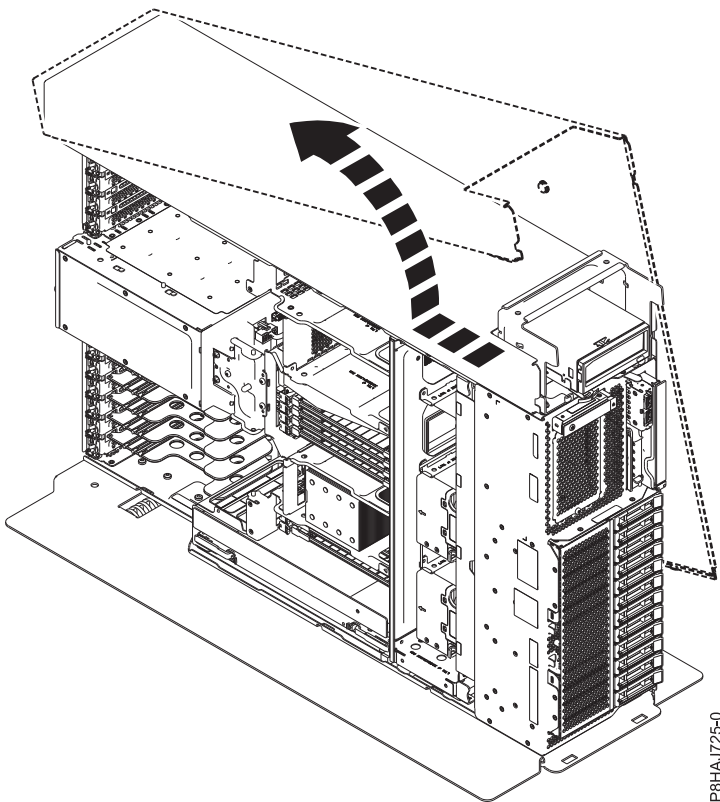

Figura 15. Extracción de la cubierta lateral del sistema 8286-41A
5. Deslice la cubierta lateral sacándola del sistema en la dirección que se muestra en la Figura 15.